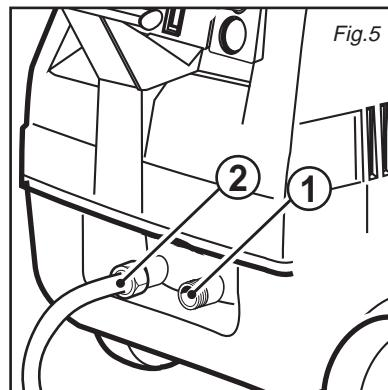

Fig.5
De toevoerslang op het toevoerverbin-dingsstuk op de machine (fig. 5, pos. 1) en op het waterleidingnet (maximale druk 200 bar). Indien geen netvoeding beschikbaar is, is het mogelijk de watervoorziening uit ongeacht welke bron met positieve druk of zonder druk te halen.